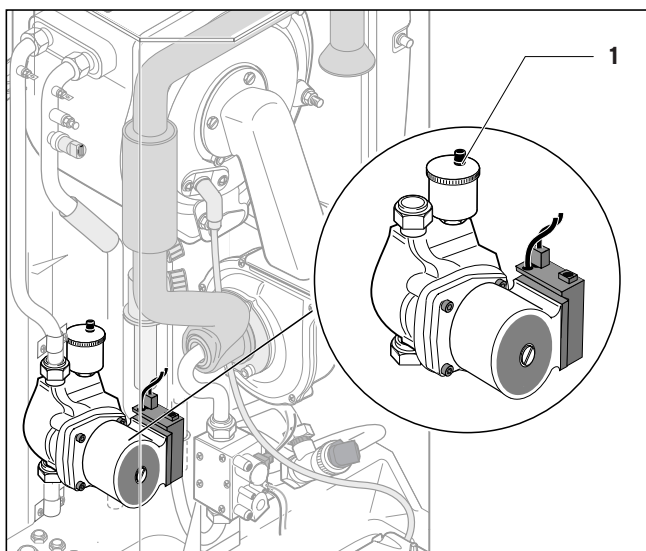

Fig. 5.1 Disaeratore rapido
- Allentare di uno o due giri il cappuccio del disaeratore rapido (1) della pompa (fig. 5.1) (durante l'esercizio continuo la disaerazione dell'apparecchio avviene automaticamente attraverso il disaeratore rapido).
- Aprire lentamente valvola di riempimento ed il rubinetto di erogazione e riempire acqua fino ad ottenere al manometro (2) la necessaria pressione dell'impianto.